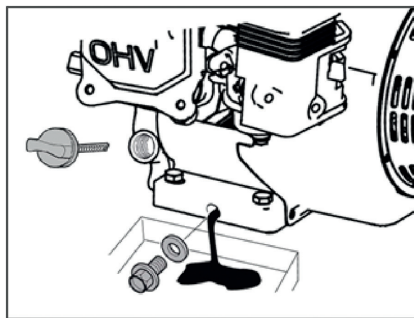

Рисунок 13. Замена моторного масла
2. Очистите от загрязнений зону вокруг маслозаливной горловины. Извлеките щуп из маслозаливной горловины и протрите его чистой ветошью (Рис. 13).
3. Выкрутите болт отверстия для слива масла и слейте отработанное масло в подготовленную для этого емкость (Рис. 13).